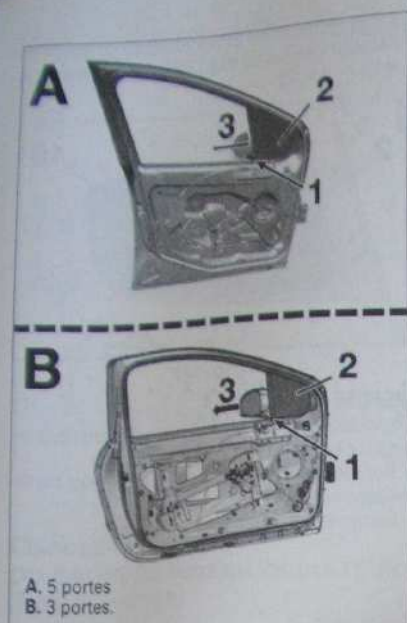

Fig. 113
- À l'aide d'un foret de Ø 6 mm, percer le rivet de fixation (1) (Fig. 113).